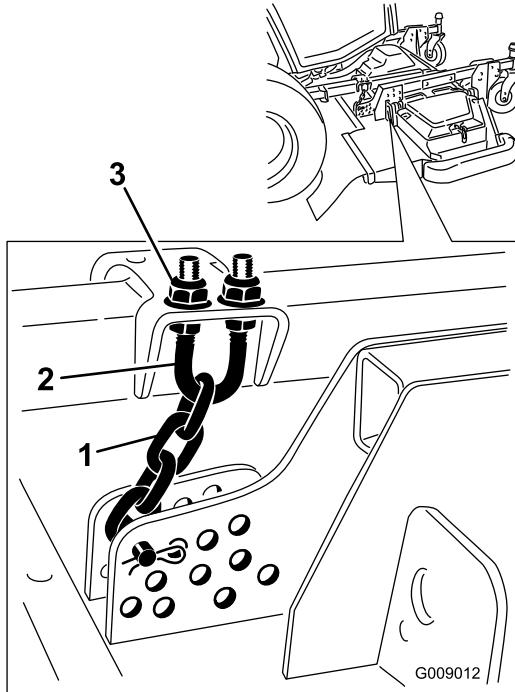

Figure 94
- Desserrez les écrous de blocage en haut ou en bas de l'étrier fileté de la chaîne de hauteur de coupe (Figure 94).